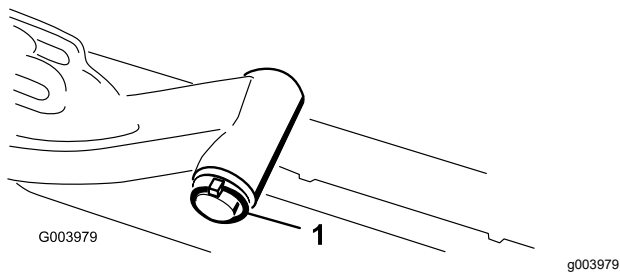

Figura 11
- A. Retire el pasador de seguridad y la arandela que fijan el eje pivotante del brazo de elevación al brazo de elevación, y retire el eje pivotante del brazo de elevación (Figura 11).
- C. Introduzca el eje del brazo de elevación en el brazo de elevación y fíjelo con la arandela y el pasador de seguridad (Figura 11).